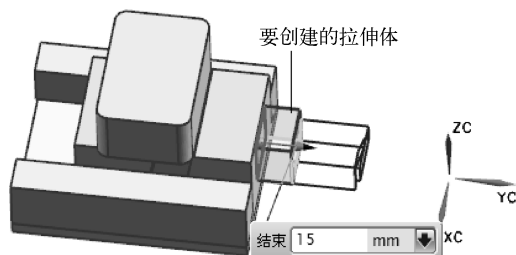

图 8-66 要创建的拉伸体
(5) 单击图标，返回到建模状态，继续拉伸过程，此时拉伸如图 8-66 所示，已显示出要创建的拉伸体。